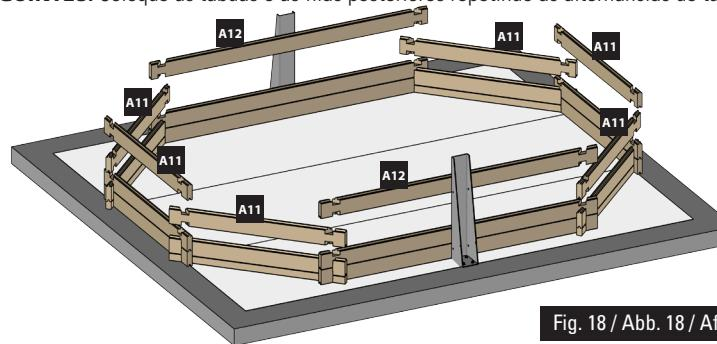

Fig. 18 / Abb. 18 / Afb. 18
3rd LAYER OF BOARDS: Install the third layer of boards as shown in figure 18. The position of the refilling fitting with the key and the skimmer should be defined at the start of the assembly (read the specific paragraphs).
3ÈME RANGÉE MADRIERS : Positionnez les madriers de la 3ème rangée conformément à la figure 18. Vous devez avoir déterminé l'emplacement de la buse de renoulement et du skimmer dès le début du montage (voir paragraphes spécifiques).
3. BRETTERREIHE: Platzieren Sie die Bretter der dritten Reihe laut Abb. 18. Zu Beginn der Montage müssen Sie die Lage des Druckventils und des Skimmers festlegen (lesen Sie hierzu die entsprechenden Abschnitte).
3ª RIJ PLANKEN: Plaats de planken van de derde rij zoals te zien is op afbeelding 18. U moet al bij aanvang van de montage bepalen op welke plaats het uitstroommondstuk en de skimmer moet komen (lees de betreffende paragrafen).